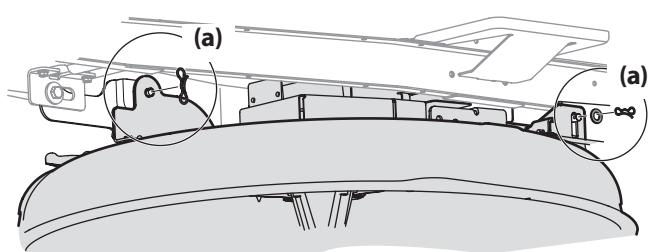

Figure 21
- Enlevez les goupilles papillon (a) qui maintiennent le plateau de coupe sur l'appareil, comme à la Figure 21.
- Fixez le plateau de coupe aux bras de relevage du plateau de coupe à l'aide des deux goupilles fendues. Voir Figure 21.